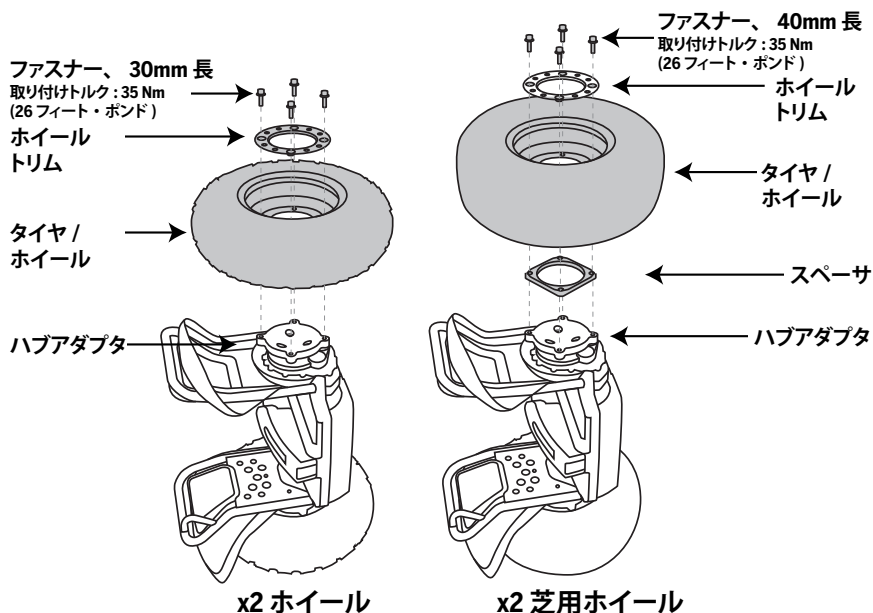

図1. タイヤ/ホイールアセンブリの取り外しと取り付け
2. タイヤ & ホイールアセンブリ、ホイールトリム、スペーサ (x2 芝用のみ) を外すには、取り外す方のホイールが上になるようにセグウェイ PT を横に倒し、反対側のホイールは清潔で平坦な面に寝かせます。図1を参照してください。
3. 8mm 六角レンチを使って、(4) 本のファスナーを外します。ホイールが回転しないようにホイールを押さえます。ホイールを持ち上げて、ホイールの取り付け面からゴミを取り除きます。x2 芝用: スペーサも持ち上げて外します。図1を参照してください。
4. タイヤ & ホイールアセンブリを元に戻すには、バルブの柱状部分が外を向くようにしてホイールをハブアダプタにかぶせます。x2 芝用: ハブアダプタにスペーサをかぶせてから、ホイールをスペーサにかぶせます。図1を参照してください。